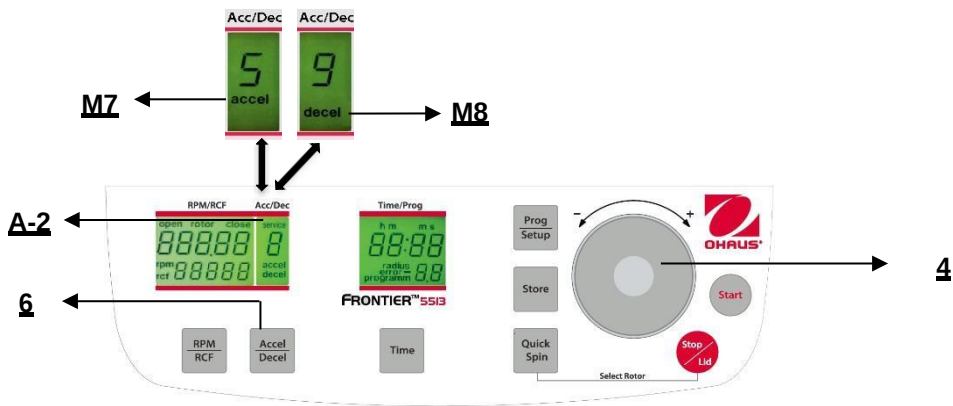

Figura. 15
Esta función se activa con el botón **"Accel/Decel"** (6) (vea la Figura 15).